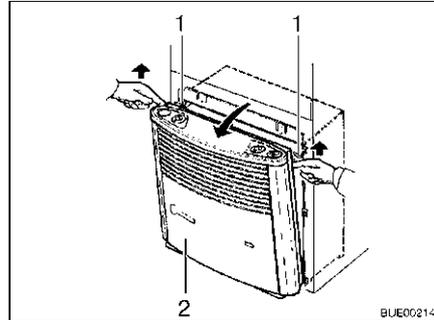

Fig. 125 Extraer el revestimiento de la calefacción
- Retirar el revestimiento de la calefacción (Fig. 125,2). Para ello, tirar hacia adelante la parte superior del revestimiento, presionar los muelles de sujeción (Fig. 125,1) a los lados hacia arriba y abatir el revestimiento hacia adelante.